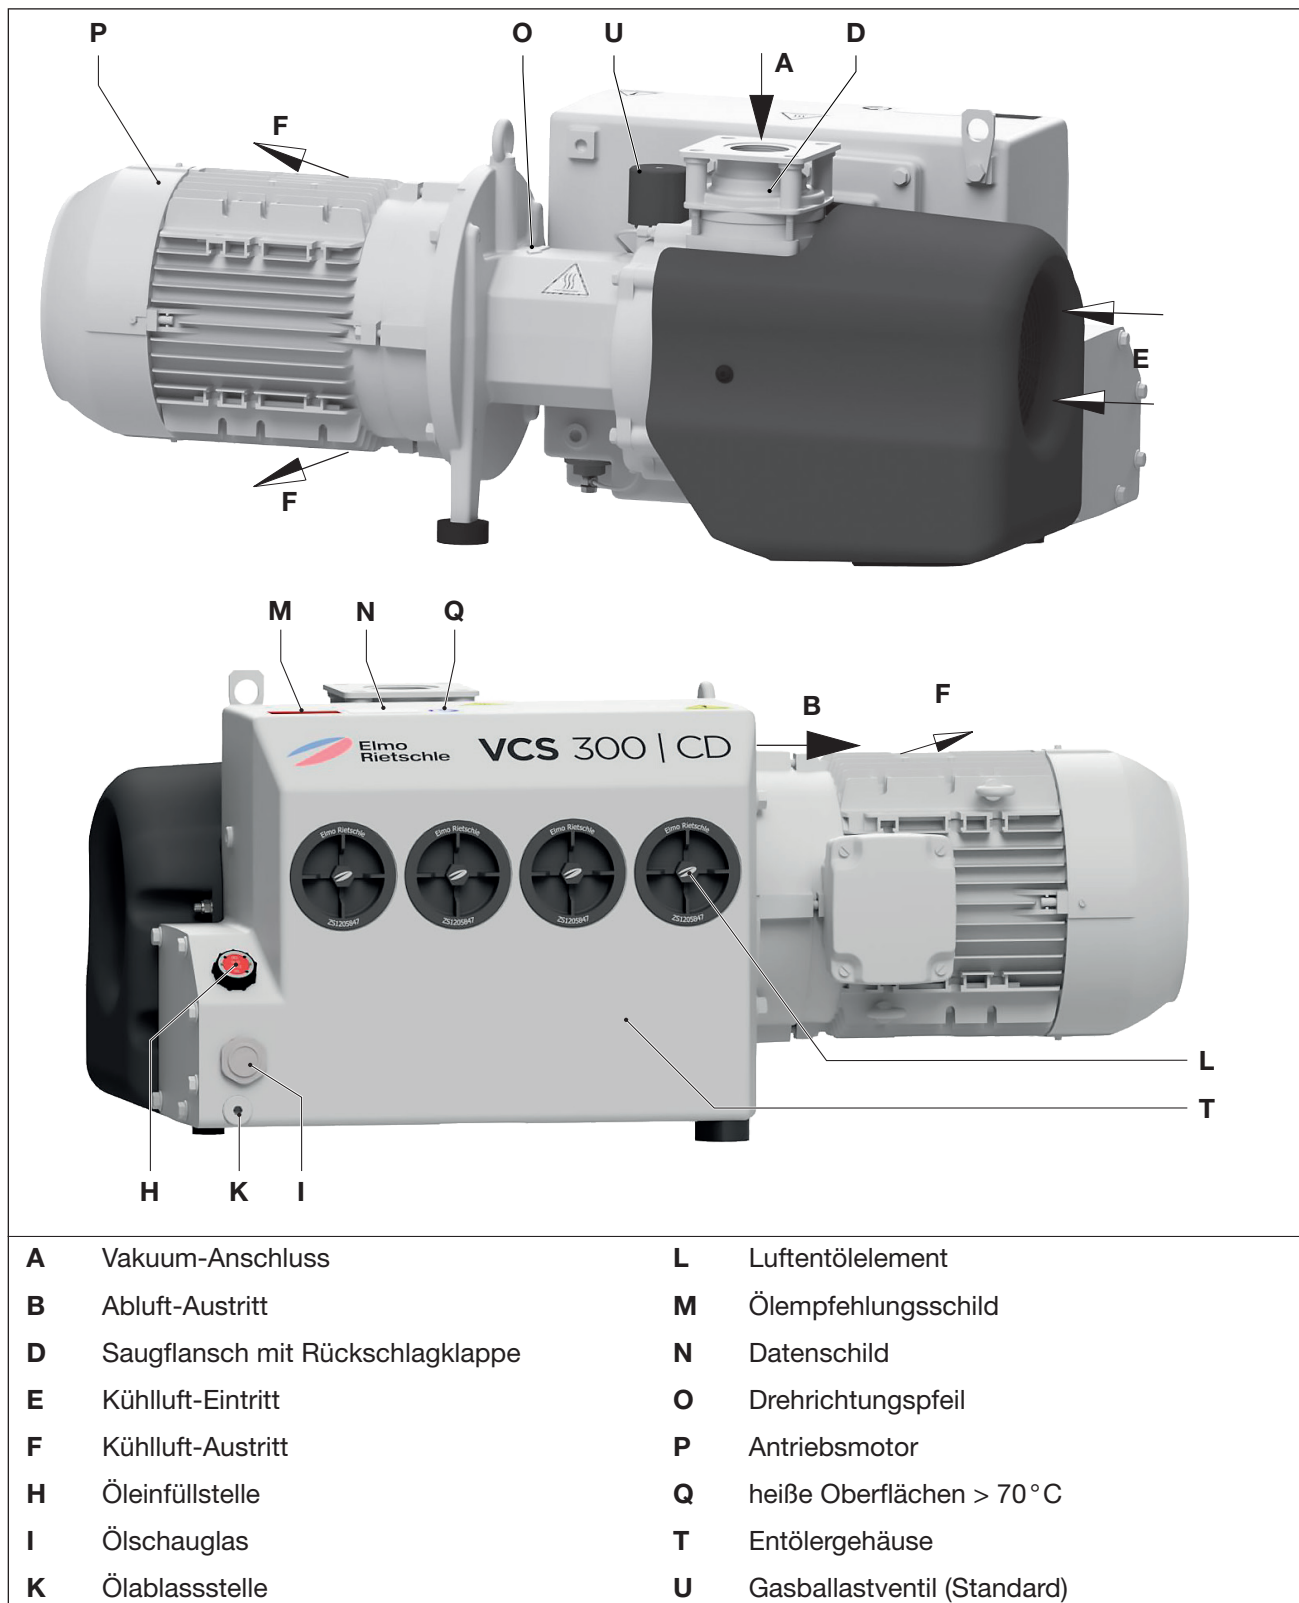

Abb. 2 Vakuumpumpe V-VCS 200 / 300
Ein serienmäßiges Gasballastventil (Abb. 2/U) verhindert bei betriebswarmer Pumpe die Kondensation von geringen Mengen an Wasserdampf im Pumpeninneren. Die Wasserdampfverträglichkeit kann je nach Pumpenausführung variieren (siehe Info I200).
- Saugflansch (Abb. 2/D), Öleinfüllstelle (Abb. 2/H), Ölschauglas (Abb. 2/I), Ölablass (Abb. 2/K), Gasballast (Abb. 2/U) und Entölergehäuse (Abb. 2/T) müssen leicht zugänglich sein.